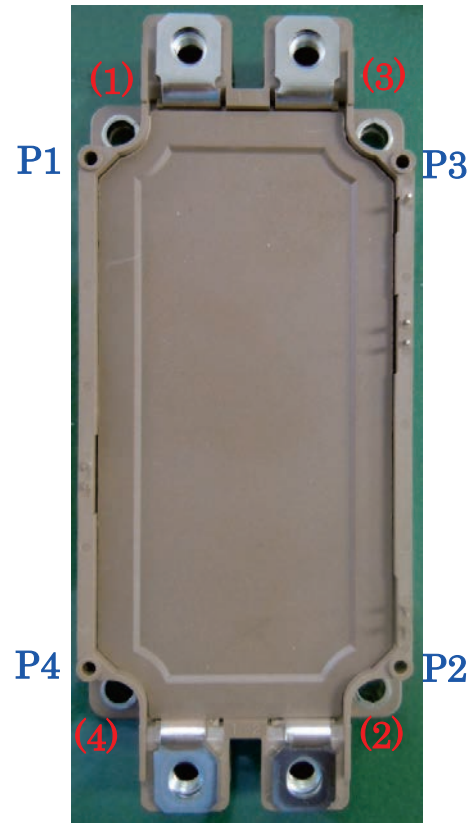

図.1 M254 モジュールの取付穴
- (b) 仮締めは最終締め付けトルクに対して 1/3 のトルクで図 1 の(1)から(4)又は(4)から(1)の順で取り付けてください。
- (c) 本締めは規定トルクである 2.5~3.5Nm で図 1 の(1)から(4)又は(4)から(1)の順で取り付けてください。
- (a) 図 1 に示した P1 から P4 を 6 ページ目に表示推奨セルフタッピングネジで実装する場合の最小トルクは 0.4Nm、最大トルク 0.5Nm となります。
- (b) 仮締めは最終締め付けトルクに対して 1/3 のトルクで図 1 の P1-P2-P3-P4 又は P4-P3-P2-P1 の順で取り付けてください。
- (c) 本締めは規定トルクである 0.4~0.5Nm で図 1 の P1-P2-P3-P4 又は P4-P3-P2-P1 の順で取り付けてください。なお、最大の回転速度は 300rpm です。